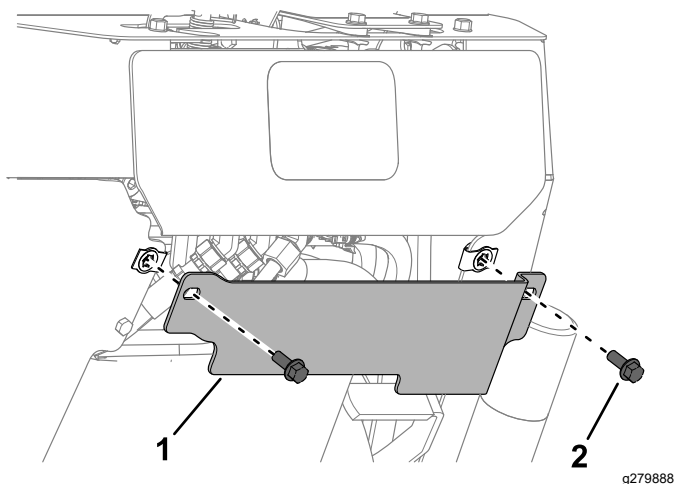

Figura 10
1. Togliete la protezione posteriore (Figura 10).
2. Per TRX-250 e TRX-300 montate la protezione posteriore (Figura 10).